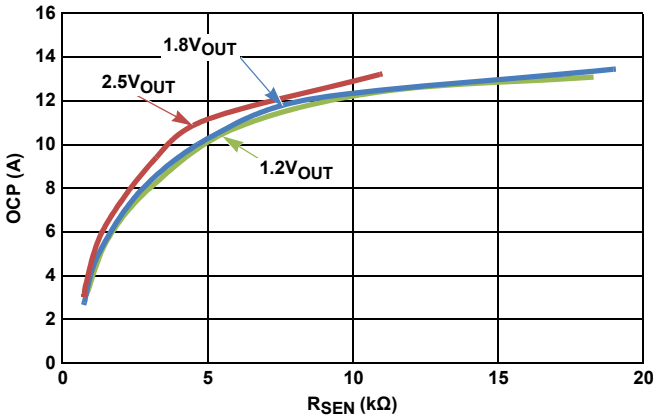

図 31. 5VIN
2.2kΩ の内蔵  $R_{ISEN-IN}$  を使用すると、OCP レベルはデフォルト値に設定されます。OCP レベルを下げるには、外付けの  $R_{ISEN-EX}$  を OCSET ピンと PHASE ピンの間に接続してください。図 31 ~ 33 に、外付け  $R_{ISEN-EX}$  の値と ISL8200AM における出力電流  $I_{OUT(MAX)}$  の代表的な OCP レベルとの関係を示します。重要な点として、グラフに示された OCP レベルはインダクタ・リップル電流ではなく、平均出力電流であることを注意してください。